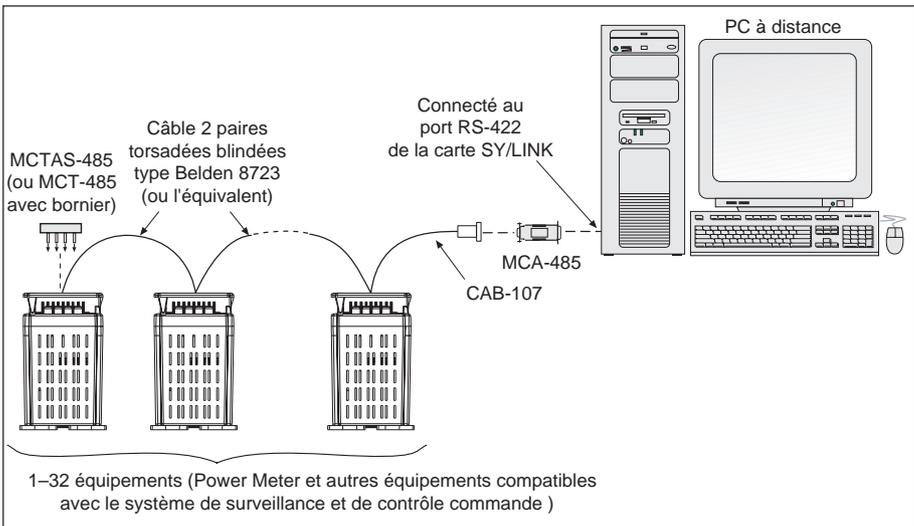

Figure 6-1 : Power Meter connectés à un PC via une carte SY/LINK
Les figures 6-1 à 6-3 montrent des Power Meter (d'autres équipements compatibles au Système peuvent être utilisés à la place) raccordés dans des systèmes typiques. Le texte qui accompagne ces figures décrit, pour chaque type de branchement, les points importants.
- Raccorder un maximum de 32 équipements à un PC (figure 6-1). Pour connaître les distances maximums des liaisons de communication en fonction de la vitesse de transmission, voir **Longueur de la liaison de communication** dans ce chapitre.
Les figures 6-1 à 6-4 montrent des adaptation de fin de ligne dans des systèmes typiques.